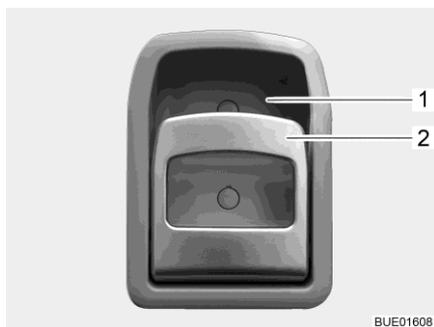
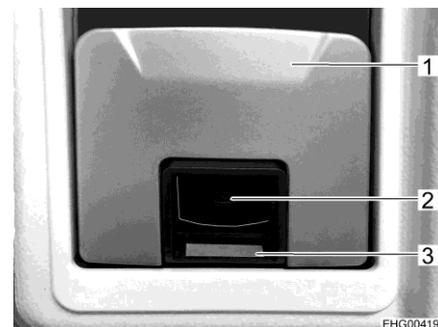

Fig. 56 Serratura della porta (porta di ingresso, lato interno)
Fig. 57 Serratura della porta, variante (porta di ingresso, lato interno)
- Tirare la maniglia (Fig. 56,2 o Fig. 57,1). La serratura della porta si sblocca o apre.
- Premere la maniglia (Fig. 56,2) in alto verso l'impugnatura (Fig. 56,1). La serratura della porta si blocca.
Spingere la superficie nera (con simbolo della serratura) (Fig. 57,2) verso l'interno fino a vedere la superficie rossa (Fig. 57,3). La serratura della porta si blocca.